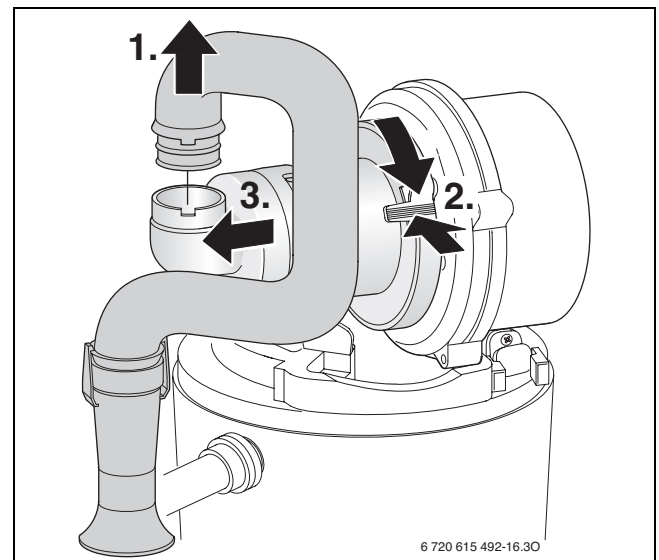

Bild 58 Saugrohr und Mischeinrichtung ausbauen
- Mischeinrichtung nach Bild 58 ausbauen.